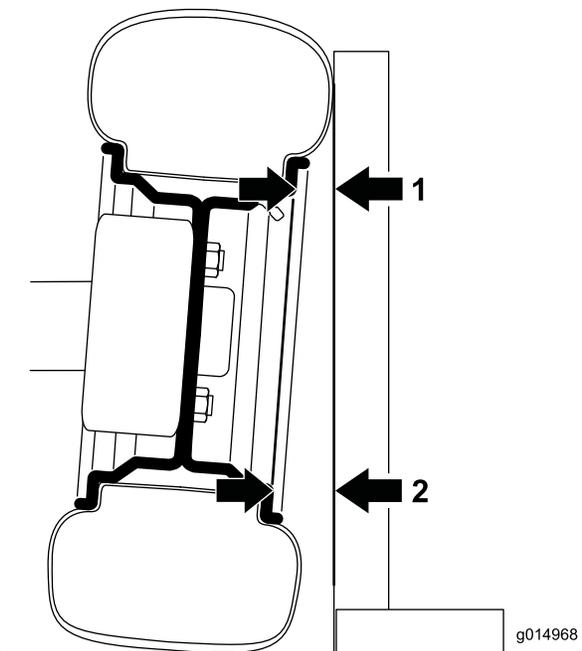

Figura 37
1. Para verificar a inclinação, coloque um quadrado de 90 graus no chão com a parte vertical a tocar na face do pneu (Figura 37).
2. Meça a partir da mesma parte do anel na parte superior e inferior do pneu ao quadrado (Figura 37). A distância da medida da parte inferior deve ser 2,3 mm maior que a medida superior. Complete a medição em ambos os pneus frontais antes de ajustar.